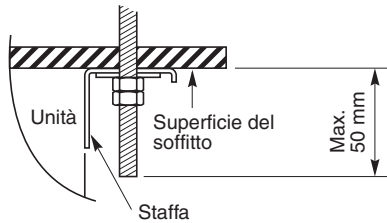

Fig. 3-13
- (5) Avvitare i bulloni di sospensione, lasciandoli sporgere dal soffitto (Figg. 3-11 e 3-12). La parte dei bulloni che sporge dal soffitto deve avere la stessa lunghezza per tutti i bulloni, e non deve superare i 50 mm. (Fig. 3-13)